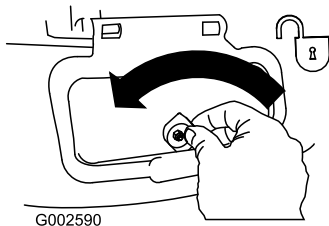

Bild 30
1. Entriegeln Sie die Seitenauswurfklappe (Bild 30).